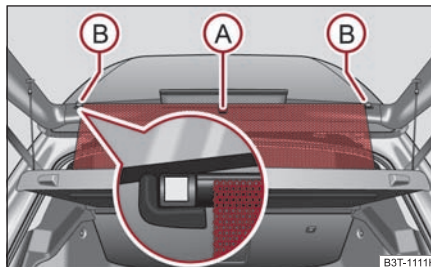

Fig. 71 Desfacerea ruloului parasolar
- Trageți ruloul parasolar de elementul ① și agățați-l în suportul magnetic ② ⇒ fig. 71.